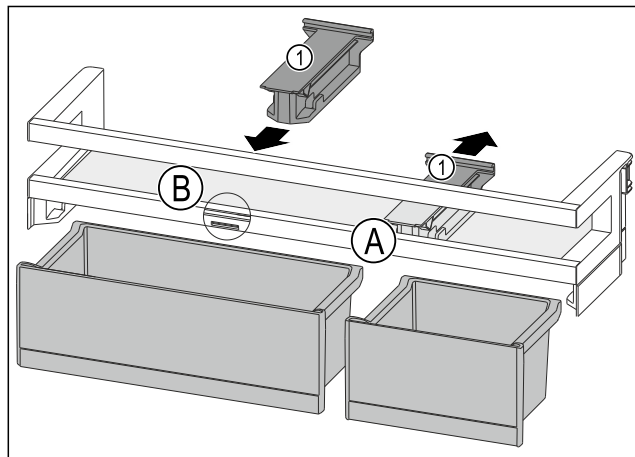

Fig. 88
- ▶ Кріпильний елемент Fig. 88 (1) у положенні Fig. 88 (A) витягніть рухом донизу.
- ▶ Кріпильний елемент Fig. 88 (1) вставте у положення Fig. 88 (B).